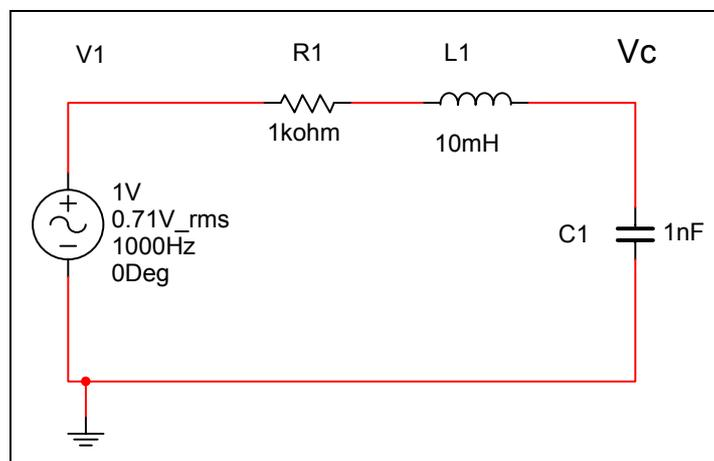

Fig. 23 Circuito RLC para analizarlo en frecuencia
Como ejemplo estudiaremos la repuesta frecuencial de un circuito RLC como el de la Fig. 23..
- Primero se montará el circuito de la Fig. 23.